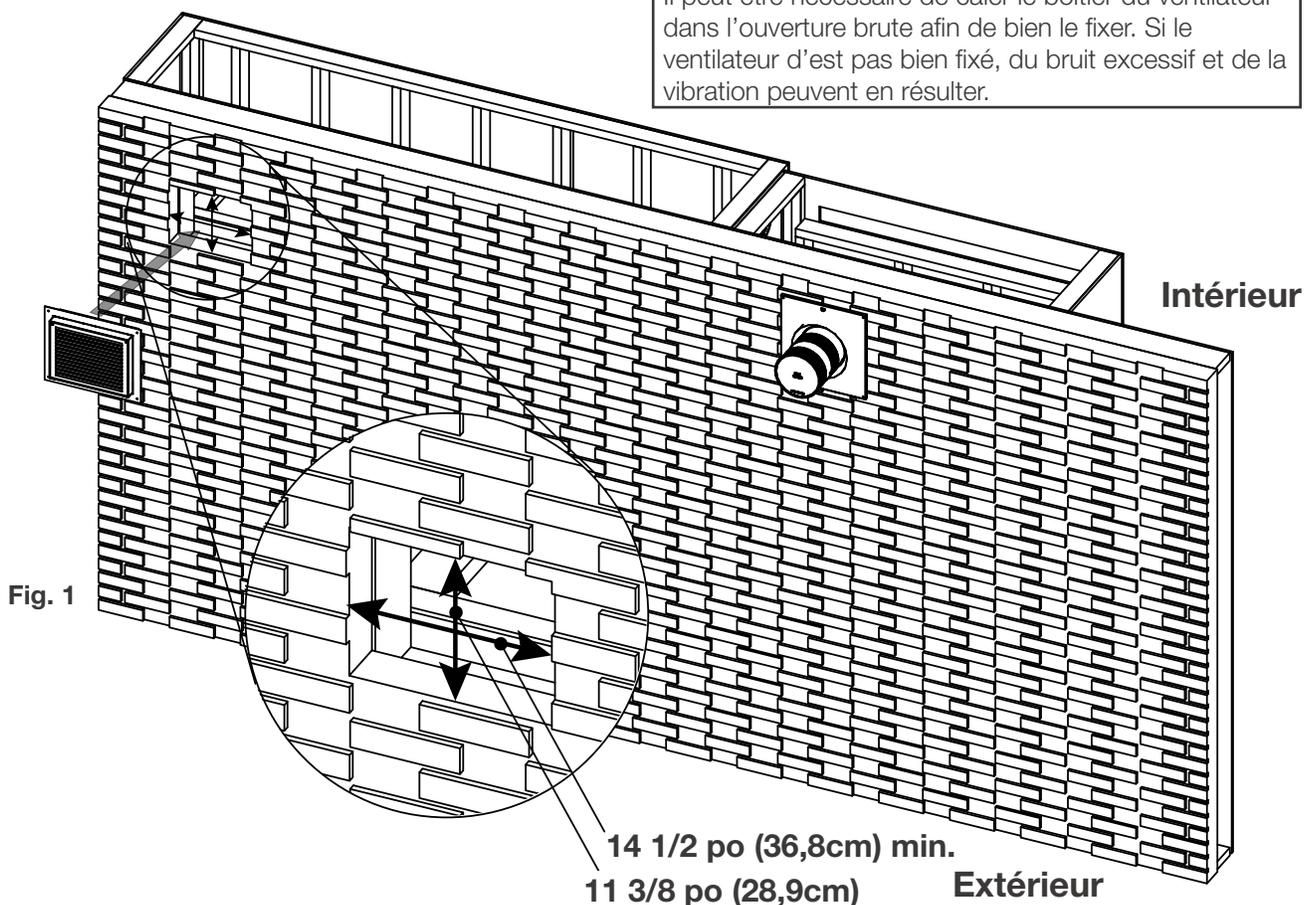

Fig. 1
- Déterminez l'emplacement désiré de l'ensemble d'évacuation d'air chaud sur le mur extérieur, puis découpez et charpentez une ouverture de 14 1/2 po (36,8cm) de large et de 11 3/8 po (28,9cm) de haut (**Fig. 1**).